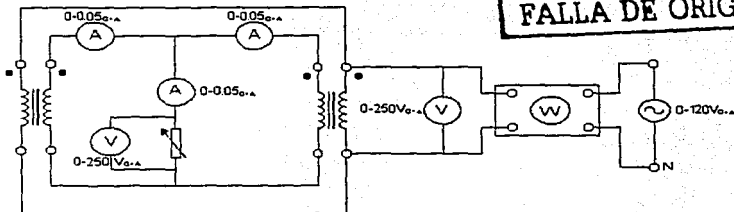

Figura 6
- Conectar el circuito de la figura 6.
<ul style="list-style-type: none"> <li>• Conectó el circuito de la figura 6.</li> </ul>